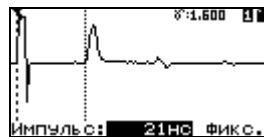
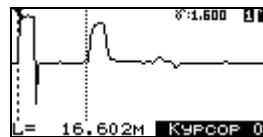

Рисунок 33
Рисунок 34
- **Импульс**. Изменение длительности зондирующего импульса при изменении диапазона расстояний происходит автоматически пропорционально диапазону, режим фиксированной длительности зонда (рисунок 33) устанавливается нажатием кнопок \triangle , ∇ . Для возврата в режим автоматической установки длительности необходимо одновременно нажать кнопки \langle , \rangle ;
- **Курсор** (рисунок 34). При нажатии кнопок \langle или \rangle активный курсор, отмеченный сверху треугольным значком, смещается в соответствующем направлении. Выбор активного курсора (курсор 0 или курсор 1) производится нажатием кнопки \triangle или ∇ . Одновременное нажатие кнопок \langle , \rangle приводит к совмещению курсоров возле активного;
Если необходимого типа кабеля в таблице нет, новое значение коэффициента укорочения можно установить в пункте **Установка укорочения** и записать в таблицу в пункте **Запись в таблицу** для уже имеющегося типа КЛ или с присвоением нового имени (рисунок 33) с максимальной длиной 14 знакомест. Набор имени производится из символов (рисунок 34) кнопками \triangle , ∇ , \langle , \rangle и **ОК**.